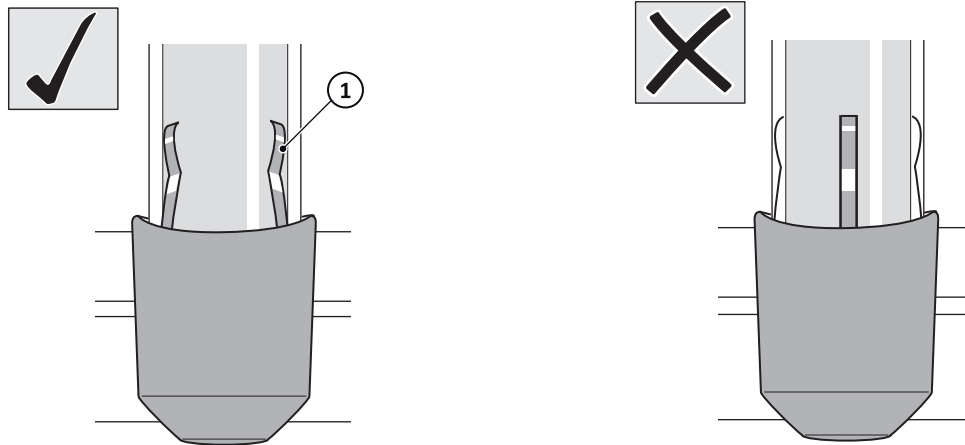

Fig. 41 : aligner les tubes
8. Aligner les tubes, veiller à ce que l'écarteur (1) soit bien positionné, cf. → fig. 41.